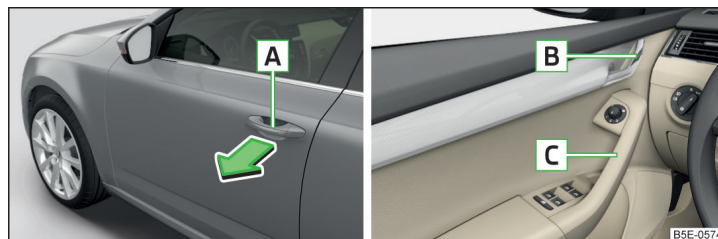

Fig. 55 Tirador/palanca de apertura de la puerta
- Para **abrir desde afuera**, desbloquear el vehículo y tirar en el tirador **A** en el sentido de la flecha » fig. 55.